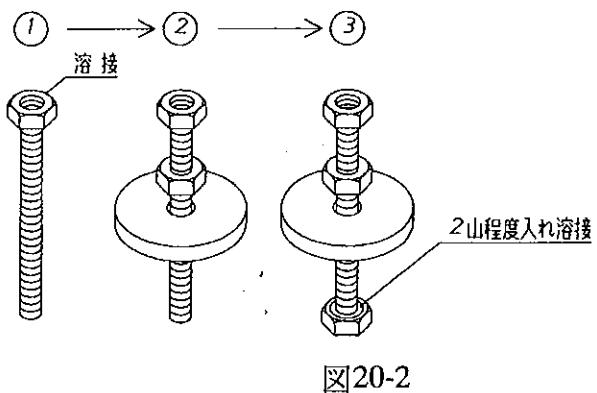

図20-2
- ※本「シャフト抜き」は当社で販売いたしております。（図20-2）